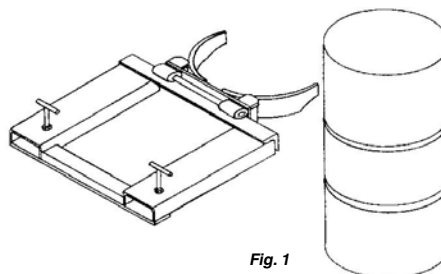

Fig. 1
5. Hæv enheden, og kør hen mod tromlen, så kæberne kommer i kontakt med tromlens øverste rulleribbe (fig. 1).